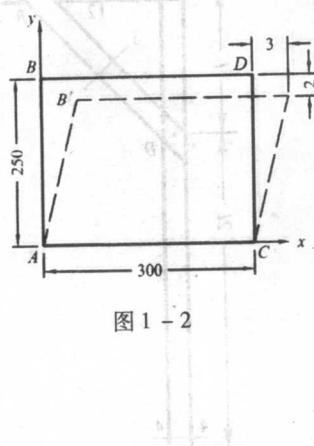

图 1-2
例 1-2 矩形平板变形后为图 1-2 所示的平行四边形, 水平轴线在四边形 AC 边保持不变。求(1) 沿 AB 边的平均线应变; (2) 平板 A 点的剪应变。
1.1 对教材中图 1.2(a) 所示钻床，试求 $n-n$ 截面上的内力。